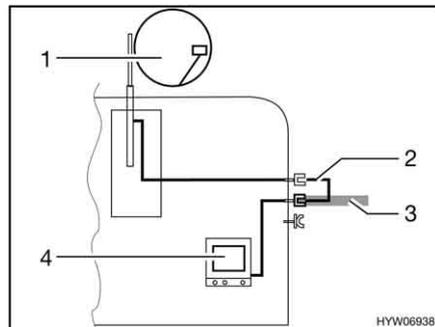

Fig. 128 TV dans le véhicule
- TV dans le véhicule (Fig. 128,4) : Raccord à l'antenne sur le toit (Fig. 128,1) avec câble d'alimentation (Fig. 128,2)
- TV dans le véhicule (Fig. 128,4) : Raccord à l'antenne extérieure (Fig. 128,3)